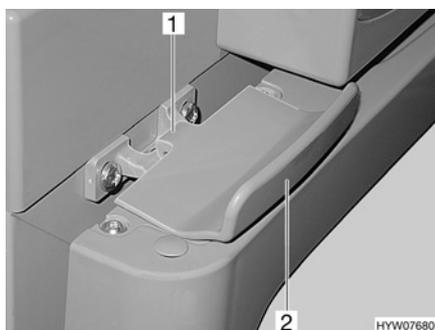

Fig. 98 Bloqueo de la puerta del frigorífico, cerrado (Thetford)
- Abrir la puerta del frigorífico con el tirador (Fig. 98,2). El bloqueo (Fig. 98,1) se abre automáticamente.